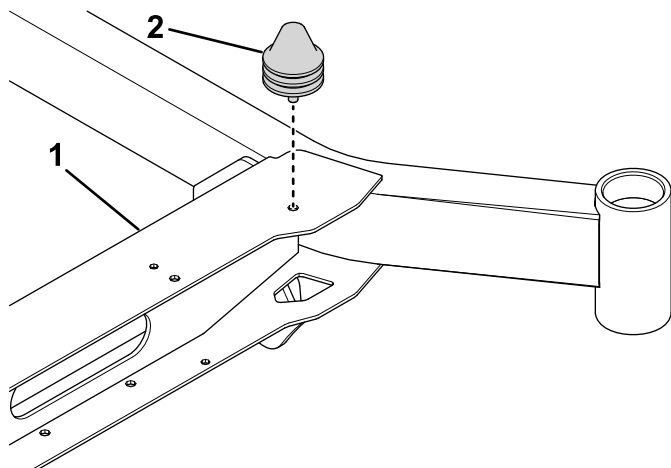

Figura 1
2. Retire o amortecedor do membro da travessa, como se mostra em Figura 1.